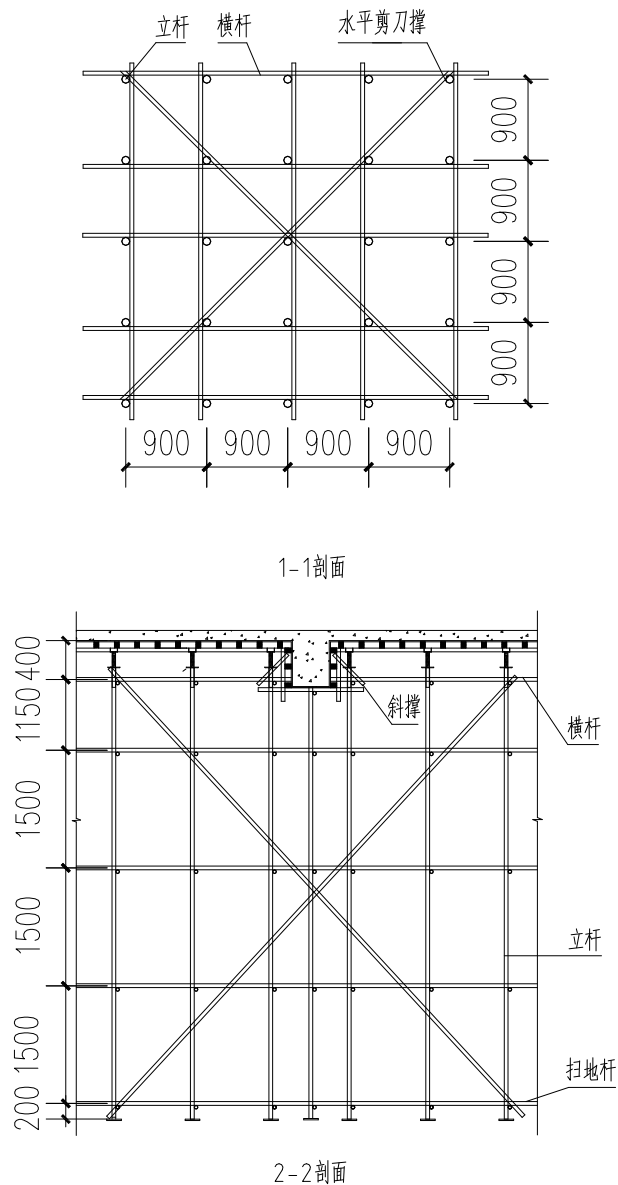

图 1
1. 立杆间距宜为  $0.9 \times 0.9\text{m}$ ，最大时不超过  $1.0 \times 1.0\text{m}$ （有框架梁时调节范畴）容许搭设偏差  $\pm 50\text{mm}$ ，立杆垂直度容许搭设偏差  $\pm 100\text{mm}$ 。下部设扫地杆，扫地杆从垫板往上 200mm 处设立，扫地杆采用对接接长。扫地杆在端头与立杆交接处伸出扣件长度不不大于 100mm，详细如下图 1 所示。
2. 横杆：立杆之间满设双向水平杆，纵横向水平杆步距 1.5m，且不不大于 1.8m。保证其在两个方向都具备足够设计刚度，横杆用对接办法接长，一根横杆两端高差，不能超过 20mm，纵向水平杆全长平整度不不大于  $\pm 100\text{mm}$ 。为防止水平横杆对立杆产生偏心弯距影响，在搭设模板支架时，将横杆对称相间布置，详细如下图 1 所示。
3. 剪刀撑：沿支架四周外满设竖向剪力撑，且应持续设立；水平剪刀撑从顶层开始向下每隔 2 步设立一道，详细如下图 1 所示。